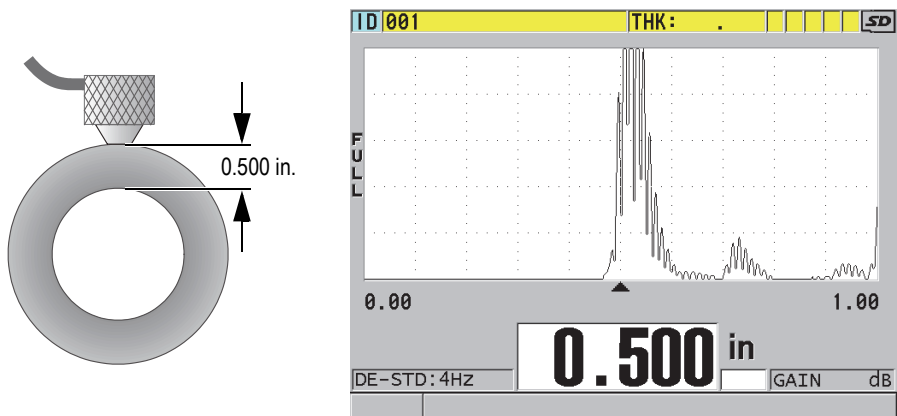

図 5-9 二振動子型探触子の接触および厚さ測定値の読み取り
2. 中程度の圧力で、探触子の先端を試験体の表面に接触させ、試験体の表面上で探触子をできるだけ垂直に当てます（80 ページ図 5-9 参照）。